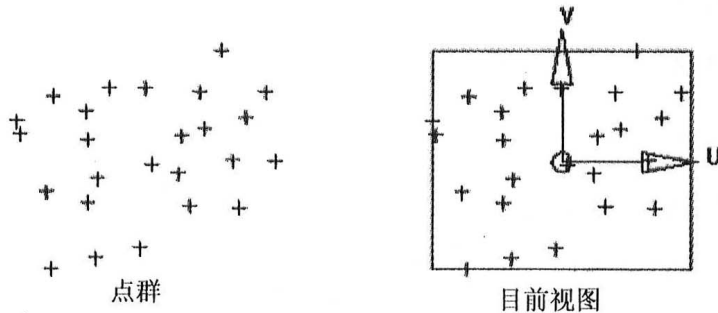

图 1.22 指定当前视图为 UV 平面的坐标系
- Current View(当前视图): 以当前的视角作为 U、V 平面的坐标, 该选项与工作坐标系统无关。其中 U 方向永远向右, 而 V 方向永远向上, 如图 1.22 所示。